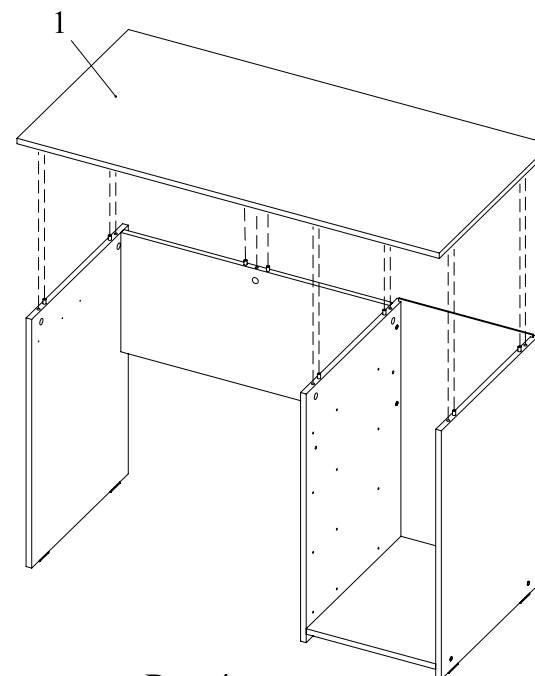

Рис.4
5. Совместите столешницу 1 с полученной сборкой и затяните головки минификсов конфирматным ключом (Рис.4).